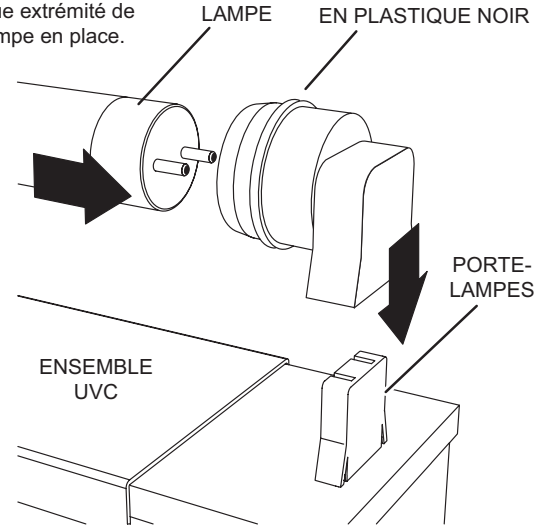

FIGURE 51
- 6 - Attendez 10 minutes avant de toucher la lampe. Ensuite, retirez avec précaution les protections contre les éclaboussures de la lampe (et la lampe pour le remplacement annuel) de chacun des supports de lampe. Reportez-vous à la FIGURE 51.